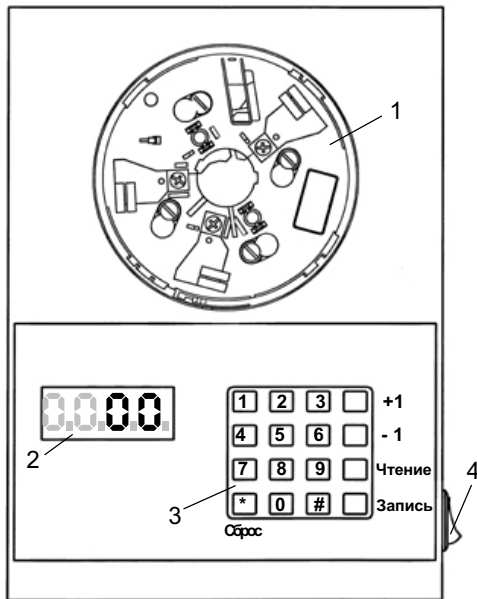

Рис. 1. Внешний вид ПА.
Программатор адреса (далее ПА) обеспечивает запись и считывание двузначного десятичного адреса извещателя серии Леонардо по цепи питания (для доступа ко всем установкам извещателя используйте пульт МПДУ по Инструкции I56-1720-001RU). ПА состоит из прямоугольного корпуса. На лицевой стороне ПА размещены база 1 (рис. 1) для установки извещателя Леонардо, индикатор адреса 2 и клавиатура 3 для установки адреса извещателя и изменения его значения на **+1** и **-1**. Питание ПА осуществляется от двух алкалиновых батарей напряжением 9 В типа MN1604 (6LR61). Программатор рассчитан на работу в нормальных условиях.
2.2. Установите первый извещатель в базу 1 (рис. 1):
После записи адреса на индикаторе 2 (рис. 1) появится немигающая надпись с номером записанного адреса.